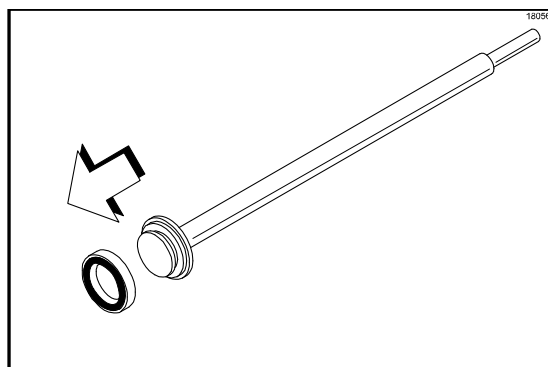

Рисунок 76
7. Снимите с узла плунжера узел уплотнения. (См. рис. 76)